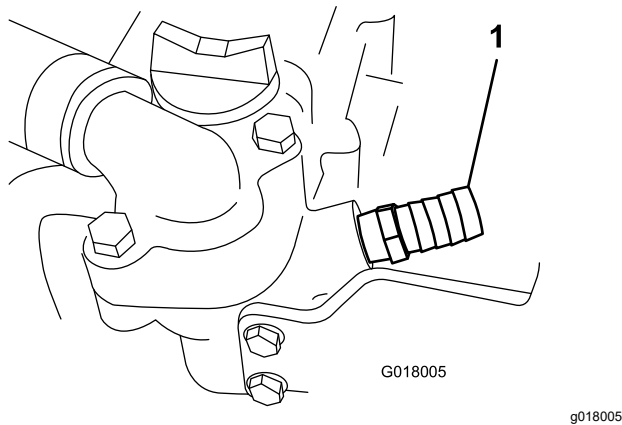

Figura 32
2. Coloque un recipiente para recoger derrames. Retire el tapón situado debajo del alojamiento del termostato, hacia la parte delantera, aplique sellador de tuberías a las roscas del acoplamiento recto ($\frac{5}{8}$ ") e instale el acoplamiento en la máquina (Figura 32).